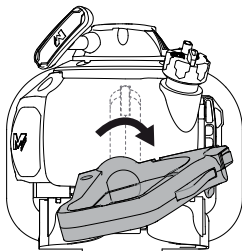

Fig. 2,
- > Tourner l'arrière de la poignée [16] à la position désirée. Assurez-vous que la poignée s'enclenche (Fig. 2, 3, 4).